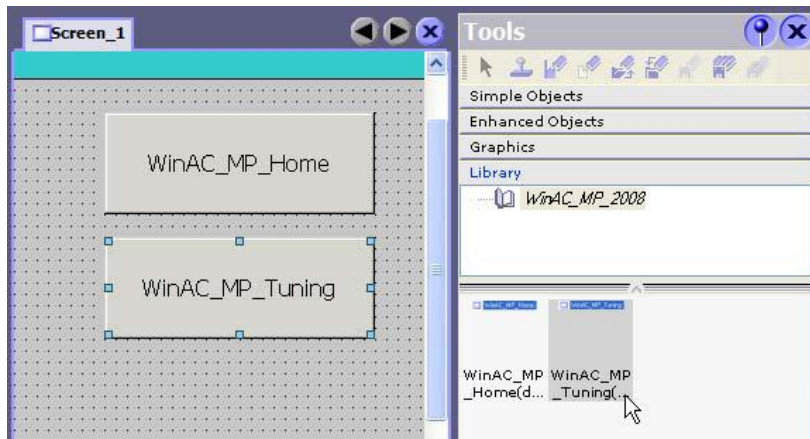

图22 将 WinAC MP 2008 库对象插入到工作区
6. 将库对象从库窗口的工作区拖放到工作区要插入的位置。如图22所示。